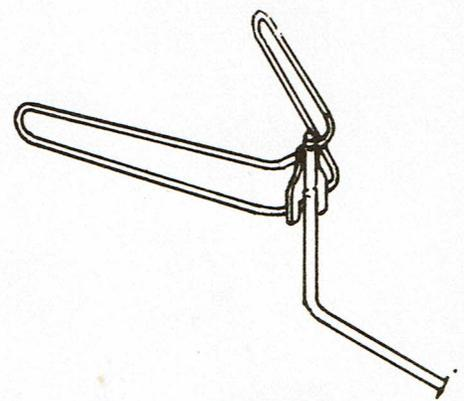

Fig. 11
- Dipôle replié en V et dipôle cadre circulaire (fig. 11) :